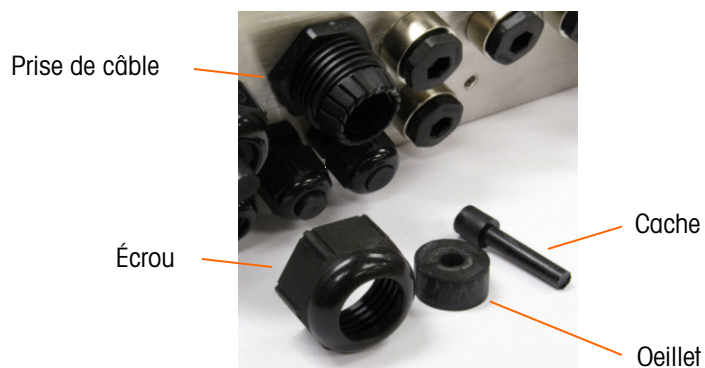

Figure A-25 : Composants du presse-étoupe de câble
1. Démontez une prise de câble de la taille appropriée. La Figure A-25 montre les composants, y compris le cache utilisé lorsqu'aucun câble n'est présent.